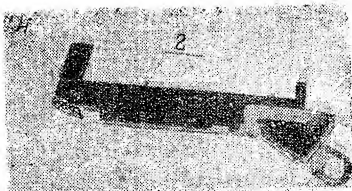

Рис. 3.
Бранша средняя (см. Рис. 3) представляет собой корпус сложной конфигурации, внутри которого перемещается подаватель, выталкивающий скрепку из магазина.
Подаватель скрепок (см. Рис. 3) состоит из корпуса подавателя (11), направляющей (12), цилиндрической пружины (13) и затвора (14).